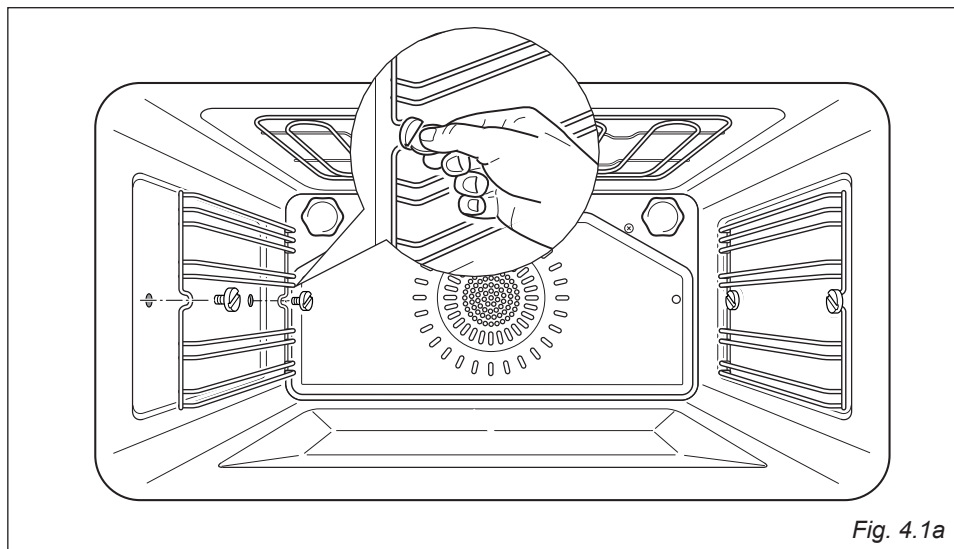

Fig. 4.1a
- Montare i telai laterali fissandoli alle pareti del forno con 2 viti (fig. 4.1a).
- Avvitare i telai laterali alle pareti del forno (fig. 4.1a).
- Smontare i telai laterali svitando le viti che li fissano (fig. 4.1a).